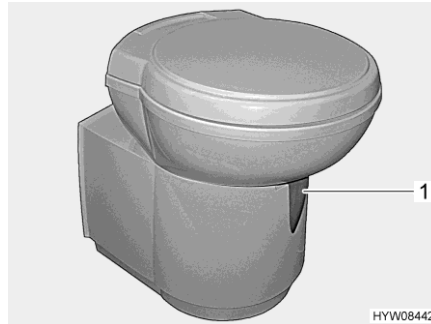

Bild 209 Thetford-Toilettenschüssel (schwenkbar)
- Vor dem Spülen den Schieber der Thetford-Toilette öffnen. Dazu den Schieberhebel (Bild 209,1) entgegen dem Uhrzeigersinn schieben.